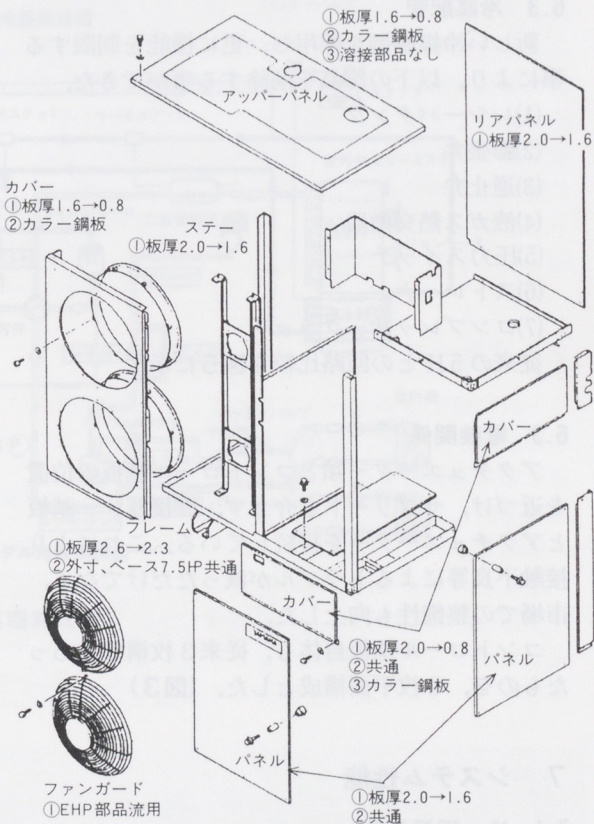

図2 パネル・フレーム仕様
7.5HPモデルとフレーム寸法及び据付けベース部品を共通化した。(図2)
また、固定用ブラケットは使用せず、各部品を直接固定する構造を取っている。(図2)
現在、EHP量産機種に使用されている部品をそのまま部品メーカーより購入し、使用している。(図2)